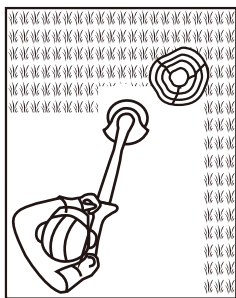

Fig. 19
4. Gire el protector de plantas (13) a la posición de corte para evitar que el dispositivo de corte entre en contacto con objetos duros como paredes y bordillos (Figs. 19, 20).